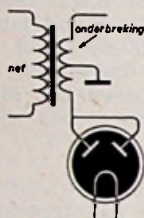

Fig. 4
12) Nog een defecte voedingstransformator Hier was een onderbreking in een helft van de sec. hoogspanningswikkeling. (zie fig. 4). Er vond een regelmatige stroom van vonkoverslag plaats, niet zichtbaar natuurlijk maar des te beter hoorbaar in de luidspreker (oorverdovend geratel).